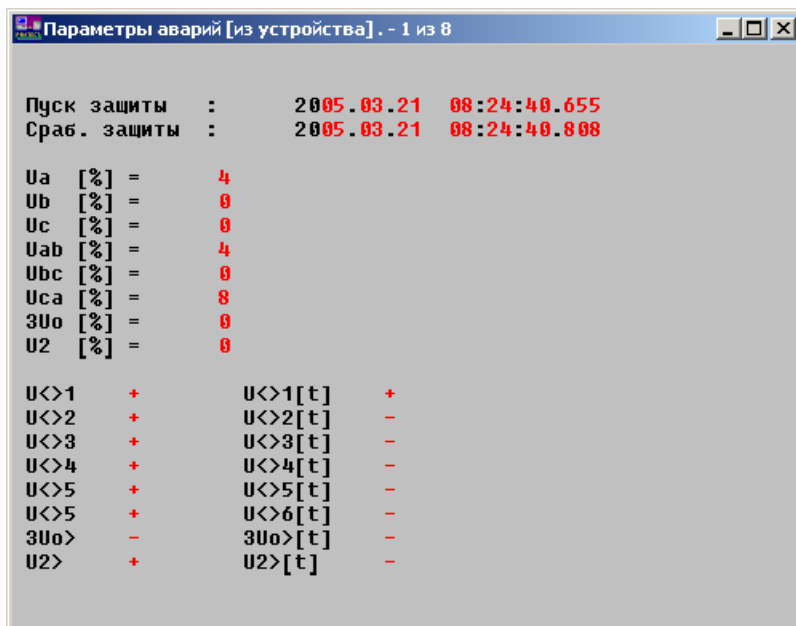

Рисунок 7 - Отображение параметров аварий в программе "Protect for Windows".
2.10.1 Регистратор параметров обеспечивает регистрацию и хранение следующих параметров (рисунок 7):